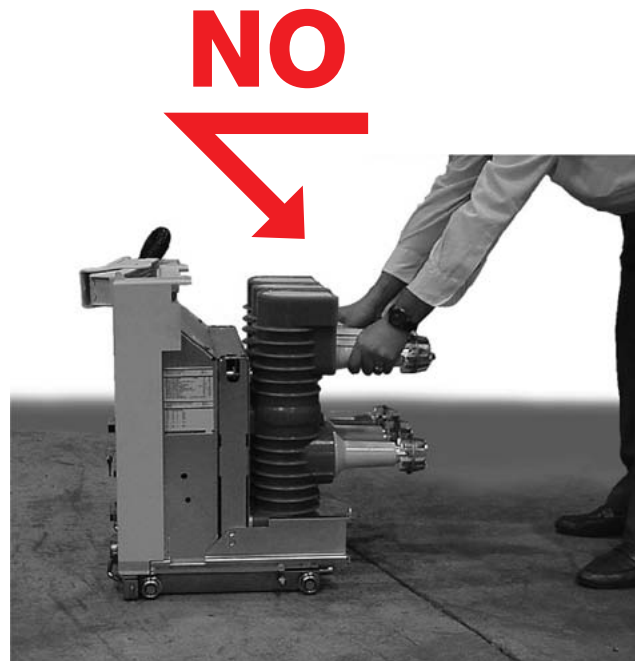

Fig.13d
Pendant la manutention faire particulièrement attention à ne pas solliciter les parties isolantes et les bornes du disjoncteur (Fig.13d).
*During handling, take great care not to stress the insulating parts and terminals of the circuit-breaker (Fig.13d).*